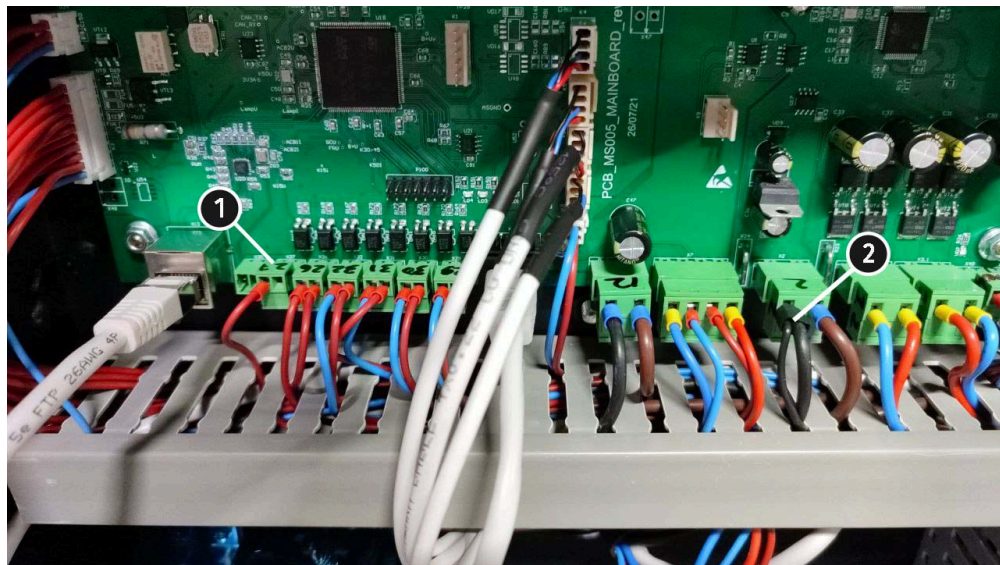

Figura 12
5. Conecte los cables de control de la fuente de alimentación (pos. 2 Fig. 6) a la placa principal como se muestra en la figura 12. Cable con conector en posición 1 y cable negro en posición 2.